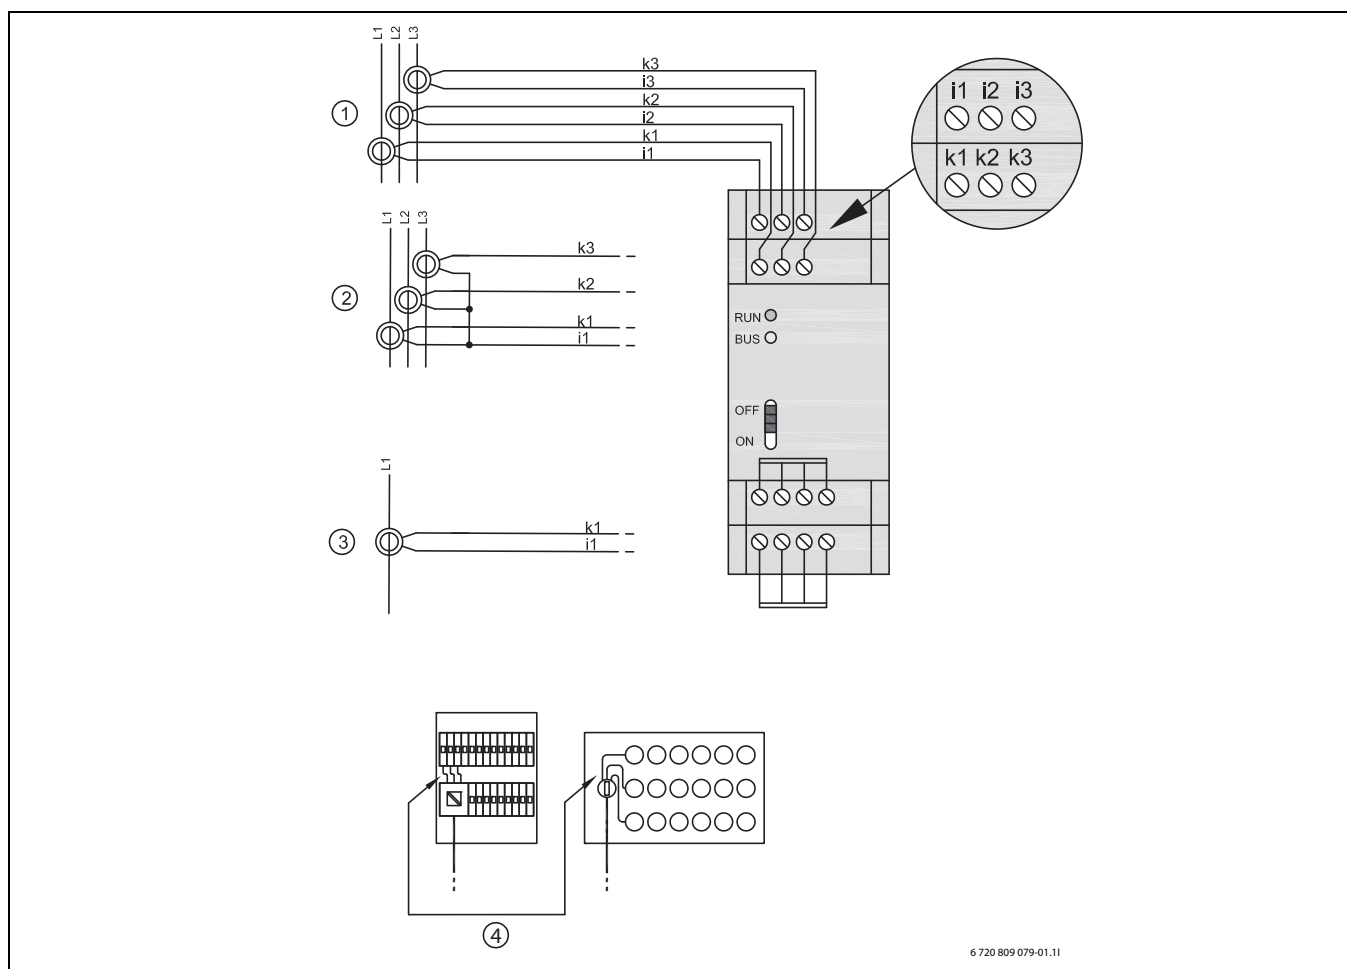

Fig. 1
- ▶ De drie meegeleverde transformatoren op de netleiding van het huis, zo mogelijk na de hoofdzekering monteren (→ [4] afb. 1, pagina 19).
- ▶ Transformator voor meting van de ingangsfase L1 in de vermogensbewaking op i1 en k1 aansluiten (→ [1] afb. 1, pagina 19).
- ▶ Transformator voor meting van de ingangsfase L2 in de vermogensbewaking op i2 en k2 aansluiten (→ [1] afb. 1, pagina 19).
- ▶ Transformator voor meting van de ingangsfase L3 in de vermogensbewaking op i3 en k3 aansluiten (→ [1] afb. 1, pagina 19).
- ▶ Bij eenfasige aansluiting alleen k1 en i1 bezetten (→ [3] afb. 1, pagina 19).
Wanneer de vermogensbewaking buiten de huisaansluitkast wordt gemonteerd, moeten de transformator-kabels op de aansluitkast worden gevoed. Omdat alle drie GND-klemmen van de vermogensbewaking intern op de printplaat zijn overbrugd, zijn 4-draadskabels tussen aansluitkast en vermogensbewaking voldoende (→ [2] afb. 1, pagina 19).
- Monter les trois transformateurs joints sur le câble secteur de la maison, si possible derrière le fusible principal (→ [4] fig. 1, page 19).
- Raccorder à i1 et k1 le transformateur servant à la mesure de la phase d'entrée L1 dans le délesteur (→ [1] fig. 1, page 19).
- Raccorder à i2 et k2 le transformateur servant à la mesure de la phase d'entrée L2 dans le délesteur (→ [1] fig. 1, page 19).
- Raccorder à i3 et k3 le transformateur servant à la mesure de la phase d'entrée L3 dans le délesteur (→ [1] fig. 1, page 19).
- En cas de raccordement monophasé, occuper uniquement k1 et i1 (→ [3] fig. 1, page 19).
Si le délesteur est monté à l'extérieur de l'armoire de raccordement de la maison, les câbles des transformateurs doivent être épaissurés au niveau de l'armoire de raccordement. Les trois bornes GND du délesteur étant pontées de façon interne sur la carte du circuit imprimé, des câbles à 4 conducteurs suffisent entre l'armoire de raccordement et le délesteur (→ [2] fig. 1, page 19).